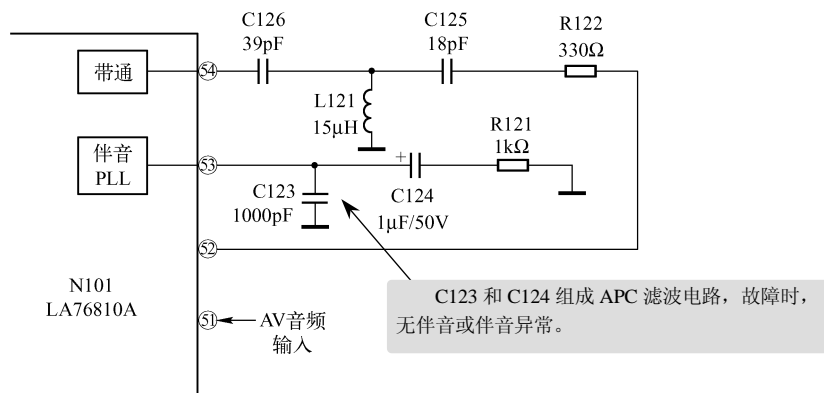

图 7-14 伴音中频检波电路故障检修图
检查与分析：根据故障现象，可初步判断音频信号处理电路有故障。首先检查 N101（LA76810A）的②、③、④脚和①、②、⑨脚电压及其外接元器件。当测量③脚时噪声更大，且无伴音，直流电压为 2.2V，正常时应为 2.4V。故怀疑外接电容不良。再进一步检查，C124 失效（无容量），用 1μF/50V 电解电容器换新后，故障被排除，如图 7-14 所示。
小结：在如图 7-14 所示中，C124 和 R121、C123 组成双时间常数电路，用于伴音第二中频 APC 滤波，异常时会引起伴音失真等故障，检修时应特别注意，必要时将 C123、C124